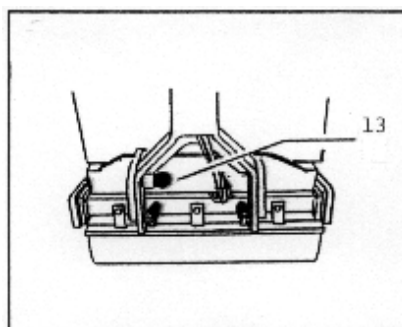

Fig. 5
BULON DE BLOQUEO DEL CONTROL (13) FIG. 5